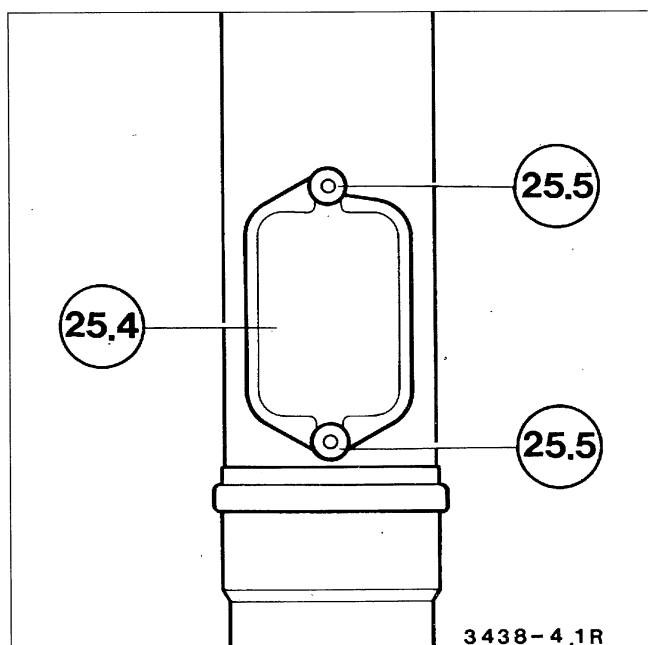

Bild 4
- Rändelschrauben (25.5) lösen (Bild 4)
- Deckel (25.4) abnehmen (Bild 4)